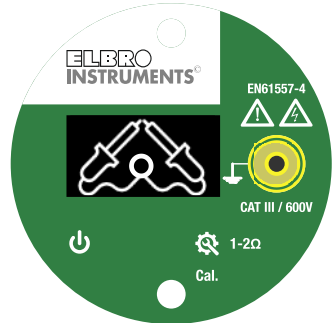

Figure 3
4. Attendre jusqu'à ce que l'écran affiche la fig.3.